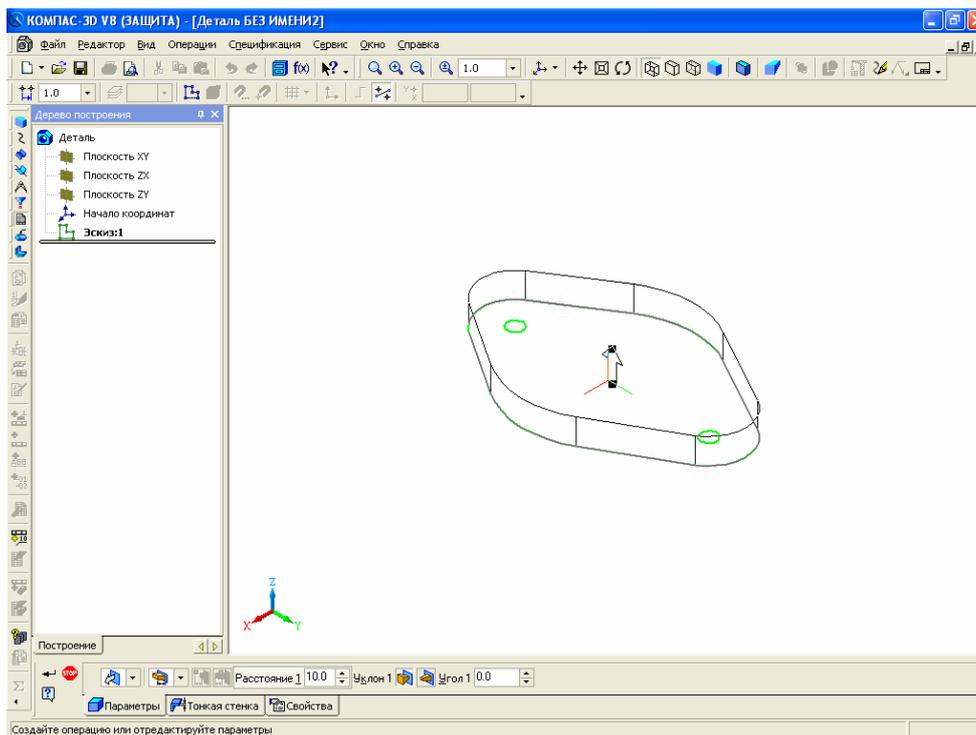

Рис. 27. Операция **Выдавливание**
23. В **Дерево построений** щелкните по элементу **Эскиз: 1**, а на панели инструментов **Редактирование детали** щелкните по кнопке (Выдавливание), рис. 27.